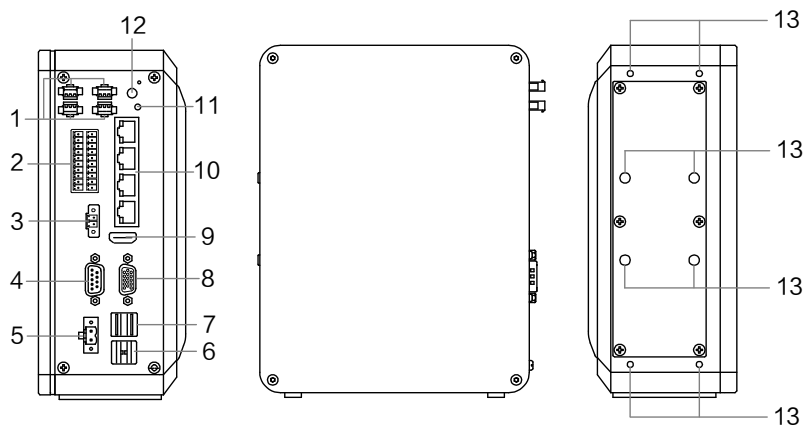

图2-1 全功能型设备外观
- 全功能型设备：含 I/O 和 4 路光源，外观如图 2-1 所示。